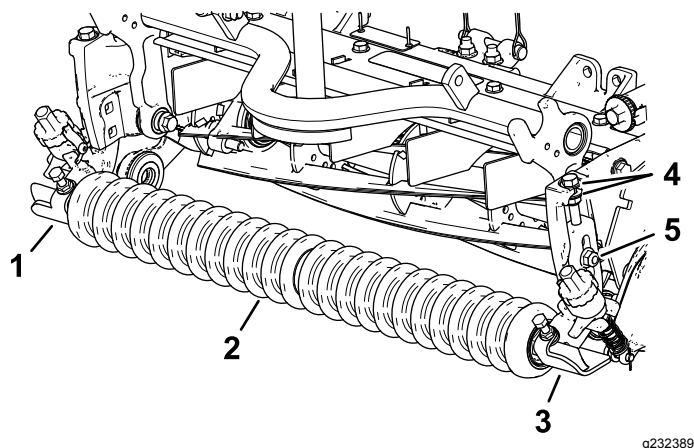

Рисунок 9
1. Установите, не затягивая, левый и правый кронштейны высоты скашивания (НОС) в сборе и передний валик в сборе на боковые пластины режущего блока, используя ранее снятые каретные болты и контргайки (Рисунок 9).